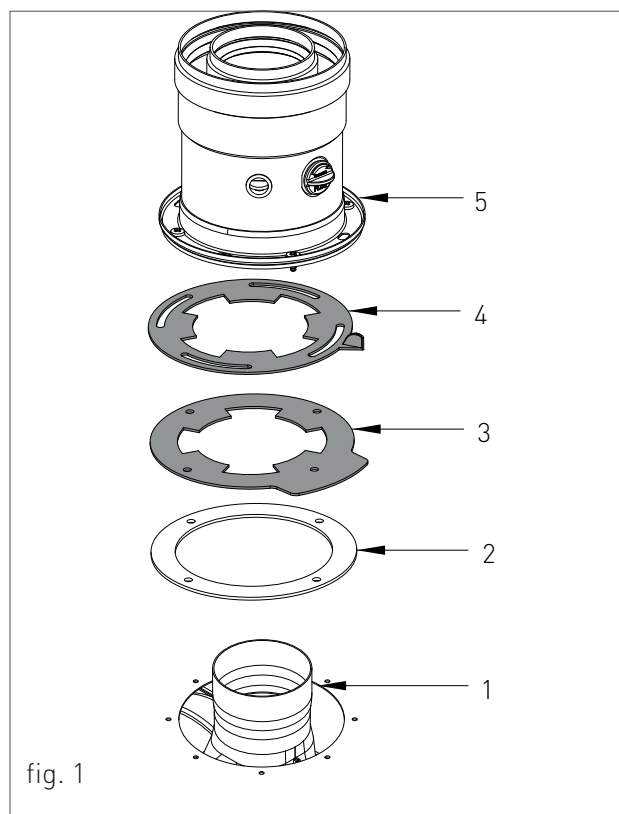

fig. 1
Per il montaggio dei diaframmi regolabili sul sistema coassiale procedere nel seguente modo (vedi fig.1):
- › pulire la superficie della testata (1-fig.1);
- › attaccare la guarnizione adesiva in neoprene (2-fig.1) sulla testata (1-fig.1), centrando i fori fustellati della guarnizione con quelli della testata;
- › inserire prima il diaframma inferiore con la scala graduata (3-fig.1), poi il diaframma superiore con l'indice di riferimento (4-fig.1);
- › inserire il raccordo flangiato (5-fig.1) o altro componente previsto in base al sistema coassiale adottato;
Per il montaggio dei diaframmi regolabili sul sistema sdoppiato procedere nel seguente modo (vedi fig.1):
- › pulire la superficie della testata in corrispondenza del foro di aspirazione aria (1-fig.1);
- › attaccare la guarnizione adesiva in neoprene (2-fig.1) sul foro di aspirazione aria, centrando i fori fustellati della guarnizione con quelli del foro di aspirazione;
- › inserire il raccordo flangiato (5-fig.1) o altro componente previsto in base al sistema sdoppiato adottato;